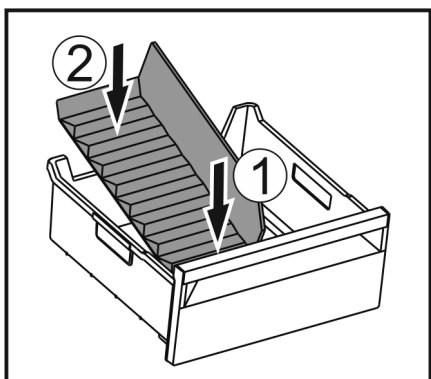

Fig. 79
- Vložte přední část přepážky přihrádky na led. Fig. 79 (1)
- Zadní část přepážky přihrádky na led spusťte až na dno zásuvky. Fig. 79 (2)